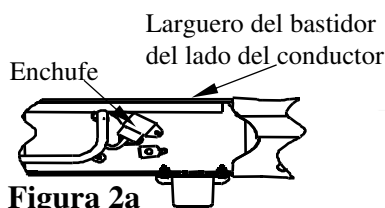

Figura 2a
2. **En vehículos pickup 2007 "Estilo de carrocería nueva" con un controlador de freno del remolque OE:** Vuelva a ubicar el enchufe eléctrico que se encuentra en el interior del larguero del bastidor del lado del conductor sobre la rueda posterior (Figura 2a). El enchufe se puede quitar del bastidor aflojando los dos pernos en el exterior del bastidor y empujando las cabezas de los pernos a través de las ranuras del orificio de la llave, como se muestra en la Figura 2b. Instale el enchufe al soporte angular que viene con el kit de montaje. El soporte se instalará al interior del bastidor con un perno de 3/4" en un paso posterior.